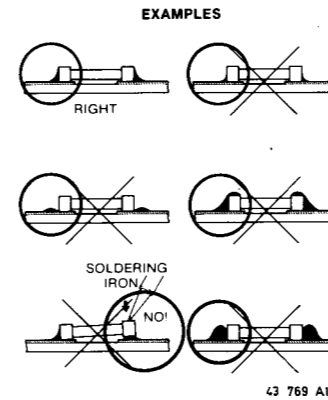

Fig. 5
- g. Die Zinnlotmenge soll zweckmässig sein: Mit einer Uebermenge kann der Chip rissig werden und andere Schwierigkeiten erfahren (Krümmung der Printplatte, geknickte Anschlüsse usw.). Siehe Bild 5.